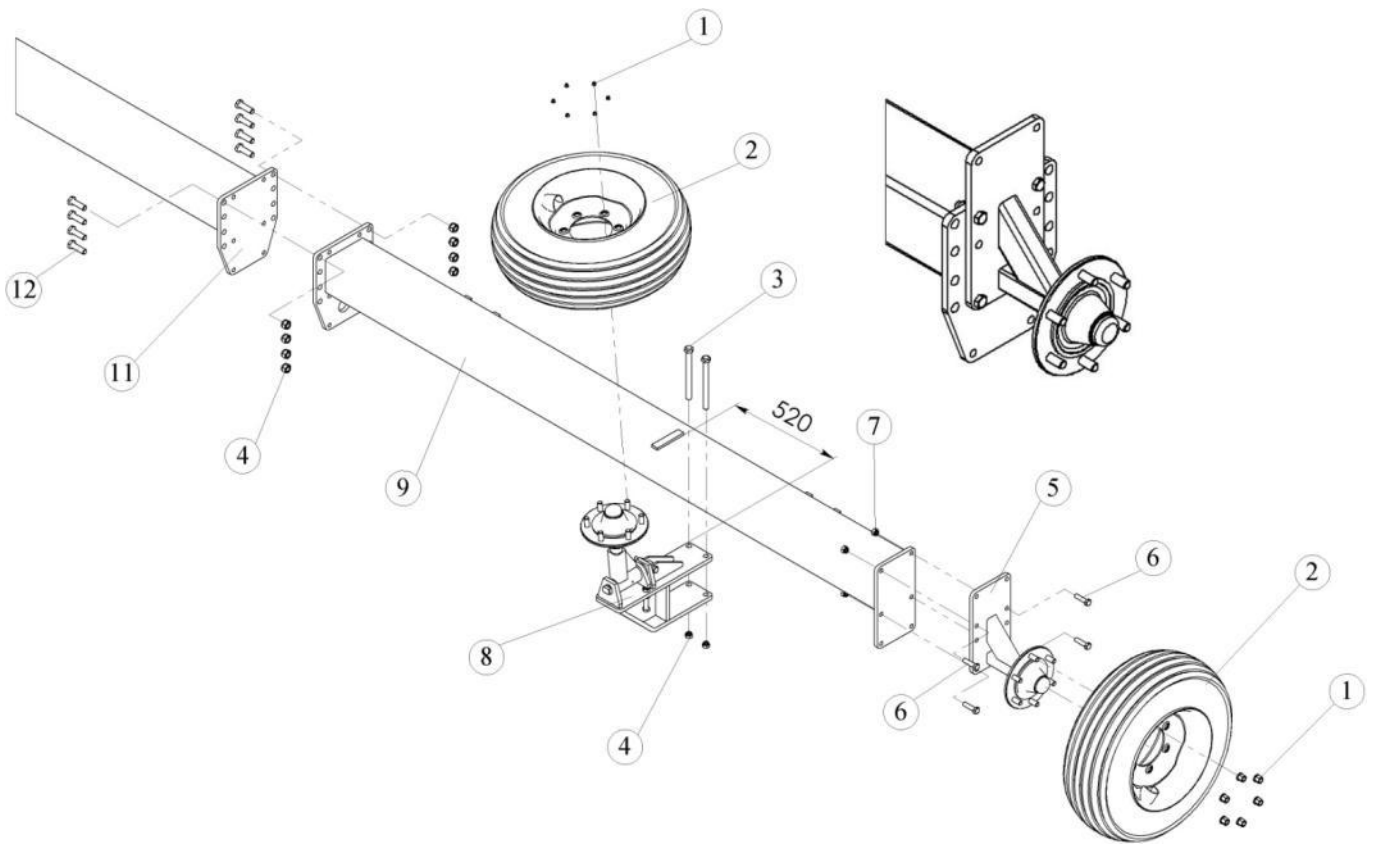

Рис. 4.2.2. Крепление балки для удлинения, транспортного и рабочего колес БГУ-20-3, БГУ-20-Ш.
4.2.2. При установке комплекта расширения: при помощи восьми болтов М20х65 (поз. 12, см. рис. 4.2.2), гаек и шайб пружинных (4) закрепите балку для удлинения (10) к основной боковой балке (9).
Внимание! Фланцы кронштейна и крыла смещены по отверстиям и не совпадают (см. А, рис. 4.2.2).
4.2.7. Установите на ступицы сначала рабочее, потом транспортное колесо (2) при помощи гаек (1) (см. рис. 4.2.2).